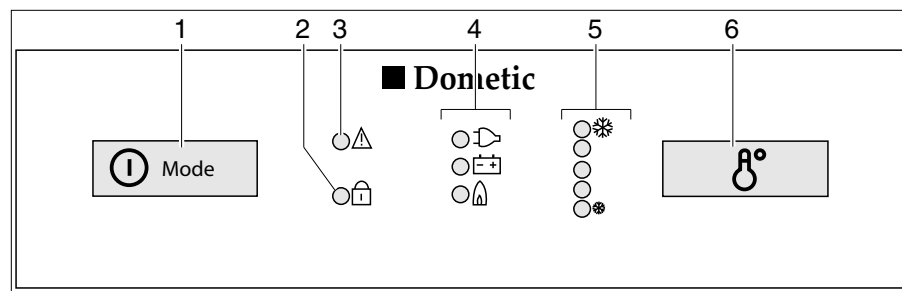

Fig. 333 Elementi di comando per il frigorifero (serie Dometic 8 con SMSE)
- Premere l'inseritore/selettore di energia (Fig. 333,1) per 2 secondi, per accendere l'apparecchio. Il LED dell'ultima modalità di funzionamento prescelta si accende.
- Eventualmente premere più volte e brevemente l'inseritore/selettore di energia (Fig. 333,1), fino a quando l'indicazione di funzionamento GAS "🔥" si accende. L'alimentazione del gas è ora aperta. L'accensione avviene automaticamente. È udibile un ticchettio fino a quando procedura di accensione non è stata portata a termine.
- Impostare la temperatura di refrigerazione con l'interruttore per la regolazione della temperatura (Fig. 333,6).
- Eventualmente premere più volte e brevemente l'inseritore/selettore di energia (Fig. 333,1), fino a quando l'indicazione di funzionamento a 230 V "" si accende.
- Eventualmente premere più volte e brevemente l'inseritore/selettore di energia (Fig. 333,1), fino a quando l'indicatore di funzionamento a 12 V "" si accende.